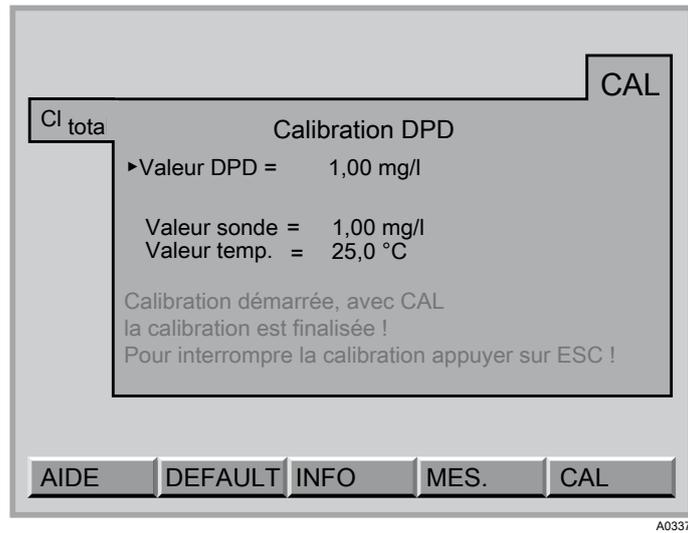

Fig. 18: Sélectionner [DEFAULT]
2. ➤ Appuyer sur la touche F2 (DEFAULT), voir Voir la Fig. 18